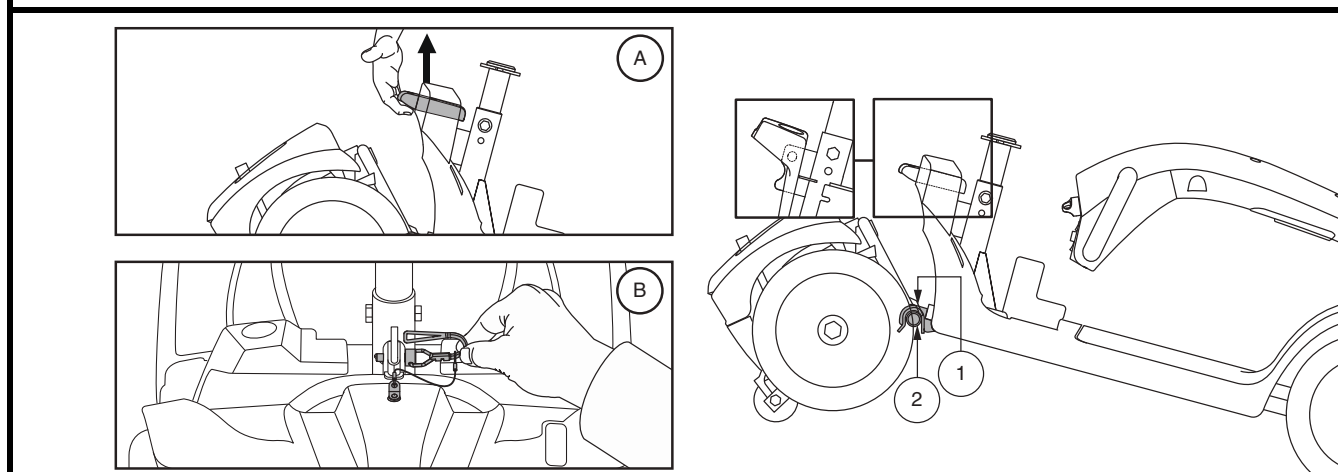

Figure 23. Levier de blocage du cadre (Style A) et libérez la goupille de verrouillage de blocage du châssis (Style B)
3. Retirez la goupille de verrouillage du châssis. (Seulement des modèles 93 et 104.) **Voir la figure 23.**
1. Positionnez les sections. **Voir la figure 23.**
2. Soulevez la section avant par le levier de blocage (ou le mât du siège sur les modèles 93 et 104) et alignez les crochets avec la tubulure de la section arrière. **Voir la figure 23.**